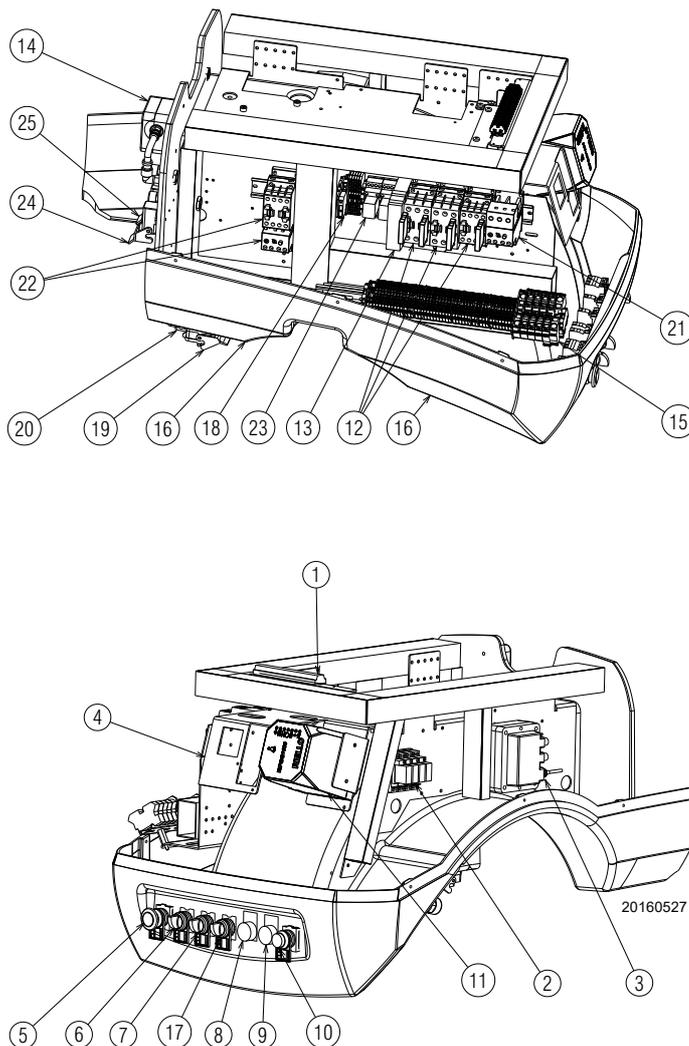

Fig. 5
- **Bloqueo caja de control:** la iluminación del pulsador (**led rojo**) de la caja de control 11)(Fig. 5) y del pulsador luminoso 10)(Fig. 5) señala que el quemador está bloqueado.
Para desbloquear, presionar el pulsador 10)(Fig. 5).